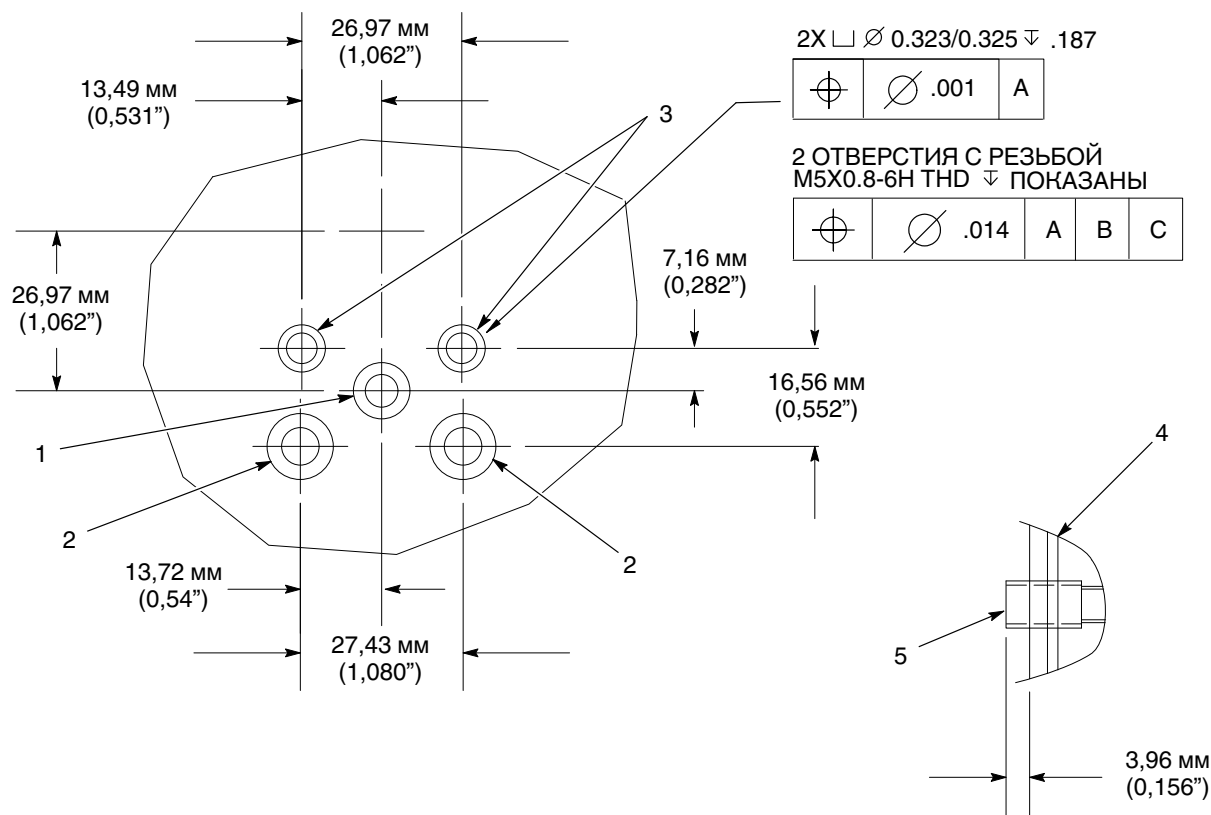

Рис. 5 Данные для монтажа дозирующего клапана на коллекторе
Данные для монтажа дозирующего клапана на коллекторе см. на рис. 5. Помимо высверливания монтажных отверстий (3), высверлить отверстия для впуска материала (1) и температурного кондиционирования (2).